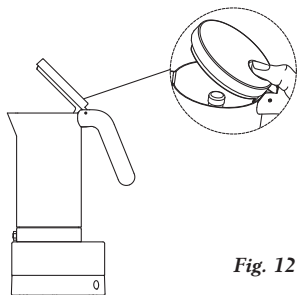

Fig. 12
- Sollevate il coperchio tramite l'apposito foro posto sulla parte superiore. (fig. 12)